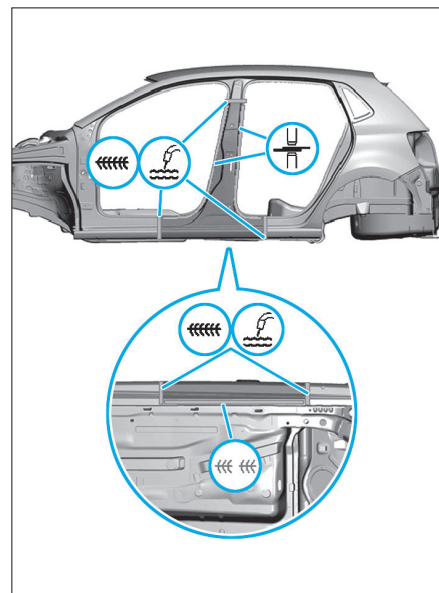

FIG. 45
- Souder le montant B comme illustré (Fig.45).